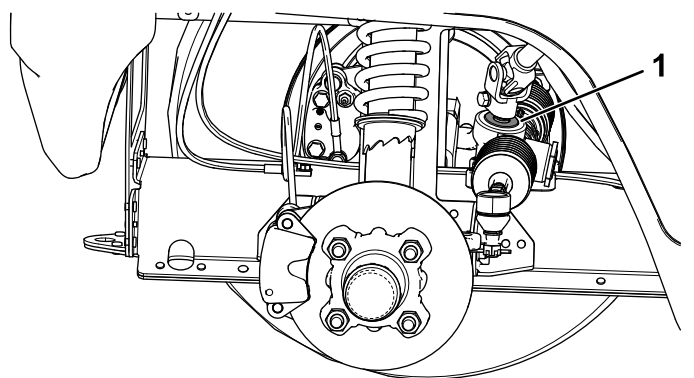

Figure 47
**Important:** Vérifier l'état et la fixation du joint de l'arbre de pignon (Figure 47).